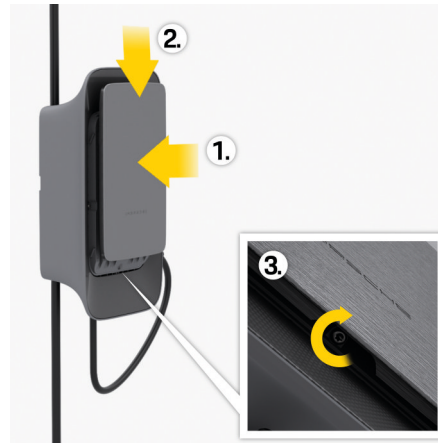

Fig. 48: Fissaggio della parte frontale del design
1. Allentare le viti sul bordo inferiore della parte frontale del design **3** ▷ (Fig. 48).